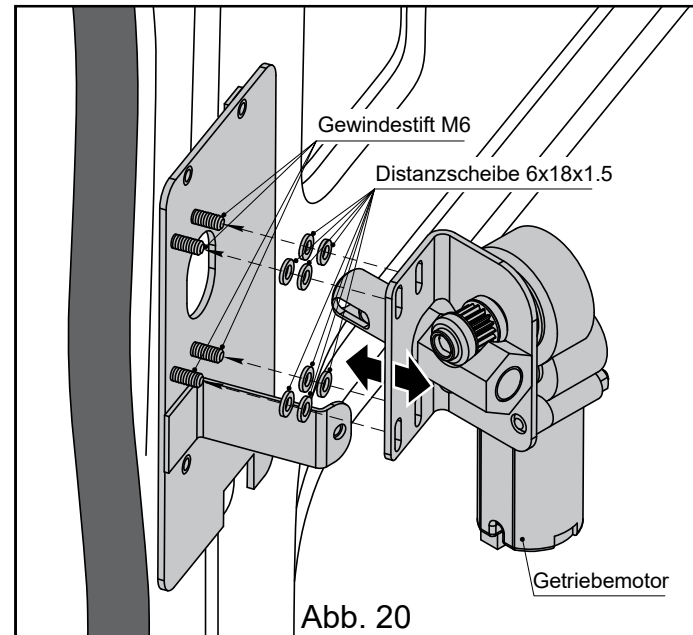
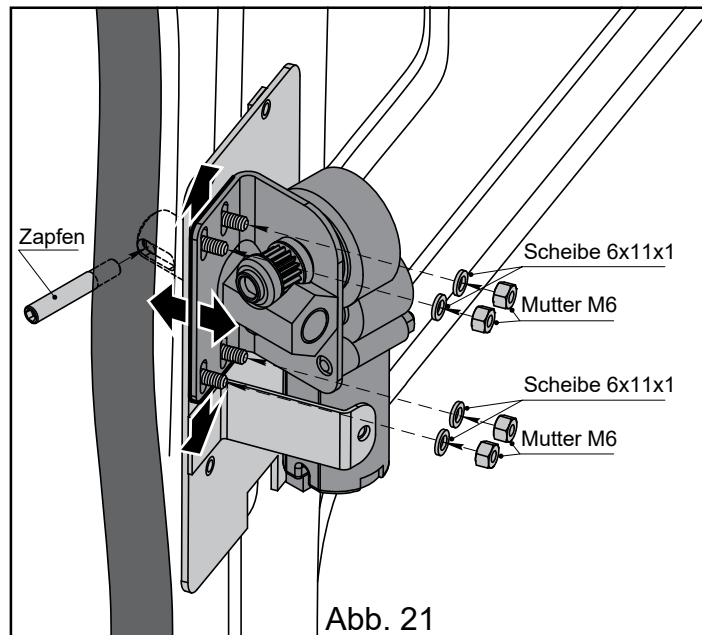

Abb. 20
Abb. 21
2. Setzen Sie den Getriebemotor mit den Distanzscheiben 6x18x1,5, im Lieferumfang, auf die Bolzen M6 der Grundplatte, (Abb. 20), und befestigen Sie den Zapfen durch das Langloch in dem verschiebaren Wellenstumpf des Getriebes, (Abb. 21).
3. Klemmen Sie den Zapfen so, dass dieser sich an der linken Kante des Langlochs befindet, (Abb. 21 und 22).
Wenn die Schiebetür nicht ausreichend weit in die Türöffnung oder umgekehrt zu weit in die Türöffnung eingezogen wird, muss die Position der Türschloss-Zuziehhilfe (Abb. 10, Seite 11) und der Oberen Zuziehhilfe (Abb. 21, Seite 15) nachjustiert werden